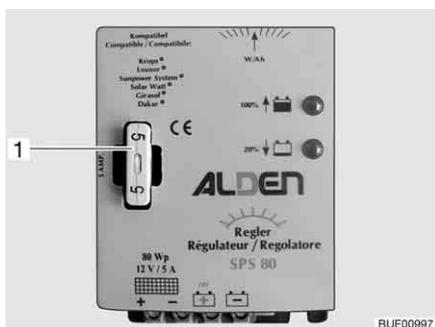

Fig. 130 Fusible del regulador de carga solar
- Cambiar el fusible (Fig. 130,1).